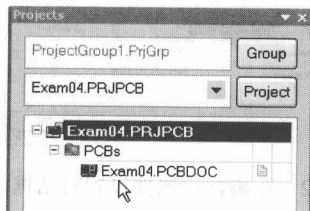

图 4-1 新建 PCB 文件 Exam04 .PcbDoc
1. 放置坐标指示可以显示出 PCB 板上任何一点的坐标位置。进入 PCB 编辑环境，新建 PCB 文件，将其另存为 “D:\Examples\4\Exam04 .PcbDoc”，如图 4-1 所示。